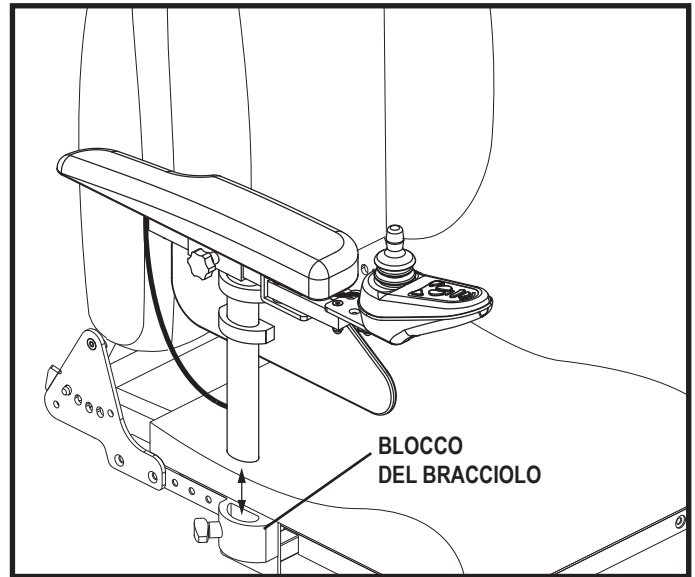

Figura 16. Rimozione/Installazione bracciolo
1. Posizionare il bracciolo nel blocco corrispondente. **Vedere la figura 16.**